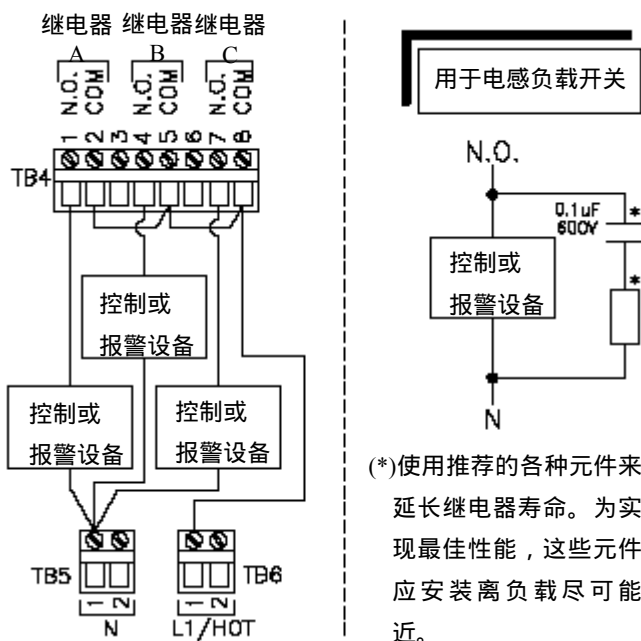

图 2-6 连接控制/报警装置到固态交流继电器
在 TB4 的接线端 1~8 共提供三路 SPST (单刀单掷) 固态交流 (AC) 继电器输出 (继电器 A、B 和 C)——除了接线端 3 和 6 没有用到。通用的接线排列参见图 2-6。
**注意：**这些固态交流 (AC) 输出要求 24~250 VAC、至少 0.02 amps RMS 的供电。